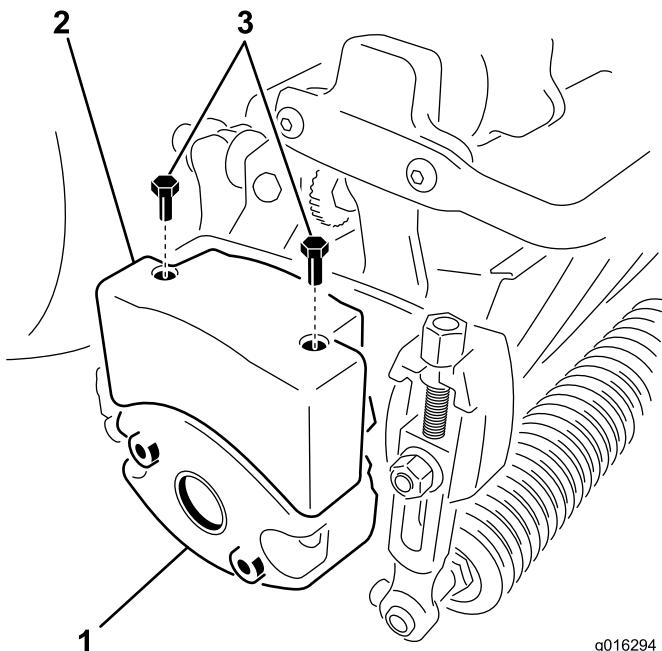

Figura 11
4. Retire los 2 pernos que sujetan el peso al costado de la unidad de corte. (Figura 11)
6. Instale un peso superior en el peso de la unidad de corte usando 2 tornillos de cabeza hexagonal (Figura 11).